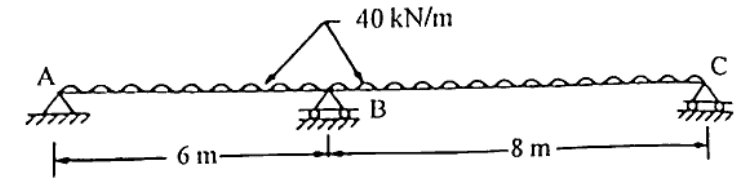

Fig. 2/चित्र 2
2. a) Analyze the continuous beam ABC as shown in Fig. 2, using three moment theorem and draw bending moment diagram. Flexural rigidity EI is constant throughout. Three moment theorem का उपयोग करके चित्र 2 में दर्शाए अनुसार continuous beam ABC का विश्लेषण करें और bending moment आरेख बनाएं। लचीली कठोरता EI हर जगह स्थिर है।